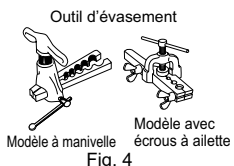
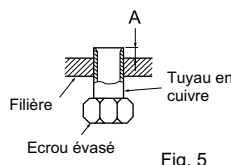

Fig. 4
Fig. 5
- 5) Insérez complètement le tuyau de vidange dans le bac de vidange sur le côté arrière droit de l'unité interne. (Fig. 4)
- 6) Insérez le tuyau de vidange dans le manchon d'ouverture murale (C) et fixez la partie supérieure de l'unité interne sur le gabarit d'installation (1). Déplacez ensuite l'unité interne complètement vers la gauche pour faciliter le placement de la tuyauterie à l'arrière de l'unité.
- 7) Découpez une partie du carton d'expédition, roulez-le, fixez-le sur la saillie arrière et utilisez-le comme entretoise pour soulever l'unité interne. (Fig. 5)
- 8) Raccordez la conduite de réfrigérant à l'aide du tuyau télescopique (B).
- 9) Repoussez fermement la partie inférieure de l'unité interne sur le gabarit d'installation (1).
- 4) Travaux d'évasement (Fig. 4, 5). Tenez fermement le tuyau de cuivre dans la dimension indiquée dans le tableau. Sélectionnez A mm dans le tableau suivant l'outil que vous utilisez.